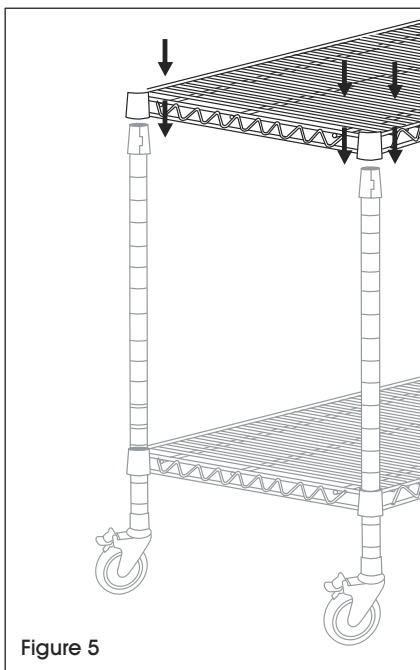

Figure 5
4. Déterminez la hauteur la tablette suivante, enclenchez-le sur les supports, puis ajoutez et fixez la tablette. (Voir Figure 5)